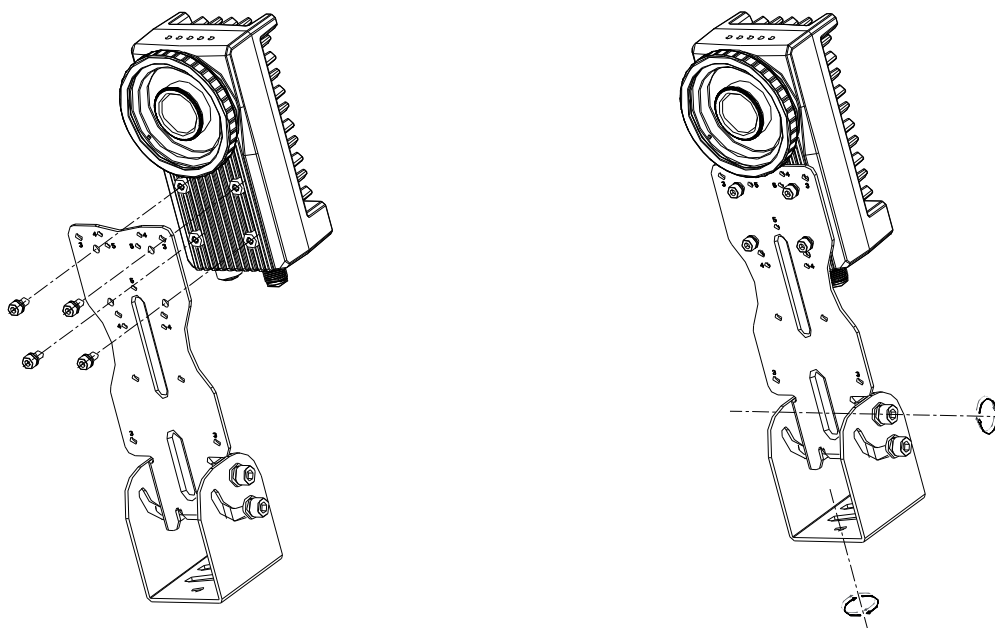
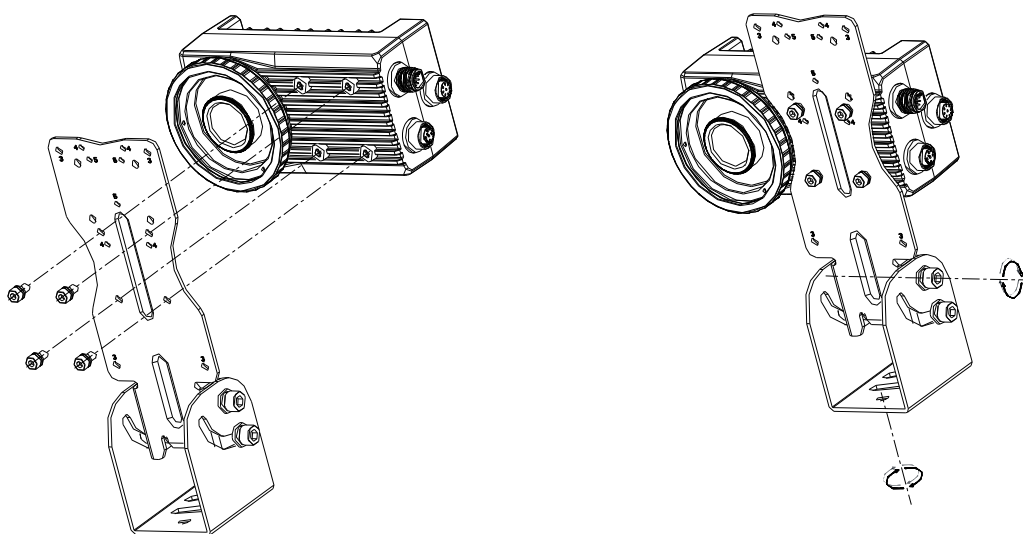

图2-4 安装方式二
图2-5 安装方式三
2. 将相机用 M4 螺丝固定到安装位置，共有三种安装方式，分别如图 2-5、图 2-4、图 2-5 所示，此为不含光源和镜头罩型号智能相机示意图。可根据实际情况选择安装方式。